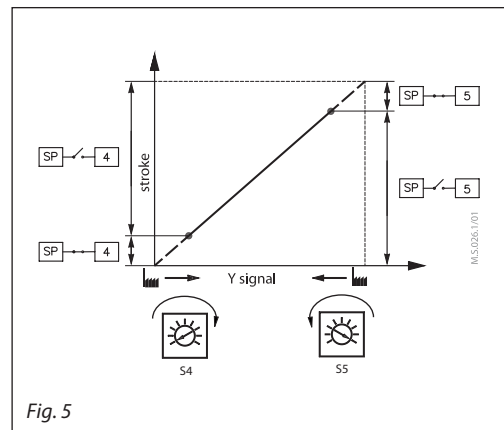

Fig. 5
**DIP6: C/P – Output signal mode selector (Fig. 5):**